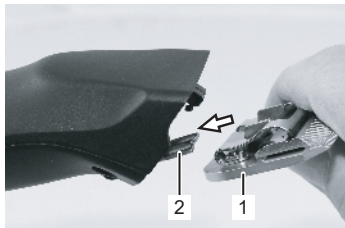
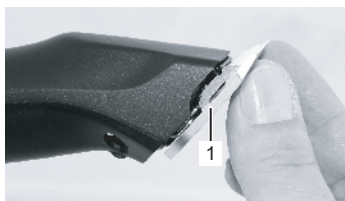

Fig. 17
Fig. 19
6. Monter det ønskede skærehoved på bladhængslet, og vip det på den tændte klipper med et let tryk (Fig. 17 til Fig. 19).